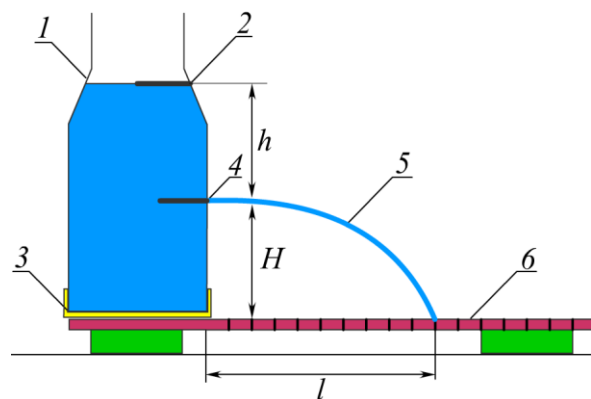

Рисунок 2.3 Будова експериментальної установки для порівняння способів опису руху
Прилад має наступну будову (Рисунок 2.3). На піддоні (3) розміщена пляшка (1) з отвором в стінці (4) на висоті  $H=5\text{ см}$ . Якщо в пляшку налити воду до поділки (2) ( $h = 5\text{ см}$ ), то вона буде виливатися через отвір (4) і дальність польоту струменя рідини  $l$  можна виміряти лінійкою (6).
3. Не виймаючи пляшки з піддону, затиснути пальцем отвір (4) (рис. 2.3). і набрати в пляшку води вище рівня 2.
4. Відкрити отвір, (4) і в момент часу, коли вода в пляшці досягне рівня (2), виміряти відстань  $l$  від пляшки до точки падіння струменя. Досліди провести тричі. Визначити середнє значення  $l$  і занести в табл. 2.1 і 2.2